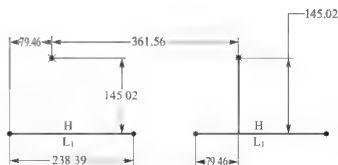

图 2.45 标注点与直线距离
(2) 点与直线距离: 单击尺寸标注按钮后, 分别单击需要标注的点和直线, 然后在需要放置尺寸的位置单击鼠标中键, 就可以标出尺寸。单击鼠标中键的位置不同, 尺寸标注的位置也不同, 如图 2.45 所示。